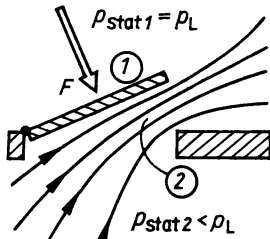

Bild 121
4.18 Nach der Kontinuitätsgleichung (4.13) ist beim kleineren Querschnitt 2 die größere Geschwindigkeit vorhanden, und somit ist der dynamische Druck $p_{\text{dyn}2} = \frac{1}{2} \rho v_2^2$ ebenfalls größer als in der Umgebung (Bild 121). Nach der Bernoullischen Gleichung (4.16') ist die Summe von dynamischem und statischem Druck konstant. Aus beiden Gleichungen folgt für die statischen Drücke $p_{\text{stat}2} < p_{\text{stat}1}$. Die Differenz der statischen Drücke bewirkt die Kraft, die die Tür zuschlägt.